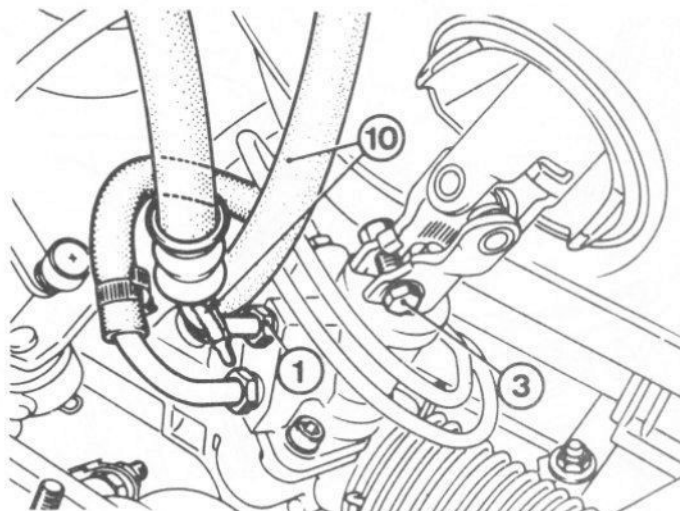

Fig. 13.110 Remontage correct du boîtier de direction assistée (Sec 20)
- 26 Lors du rebranchement des tuyaux sur la direction, le tuyau à haute pression (1) Fig. 13.110, doit être vertical.
- 27 Attacher le flexible (10) Fig. 13.110, sur le tuyau à haute pression (1) à l'aide d'une sangle.